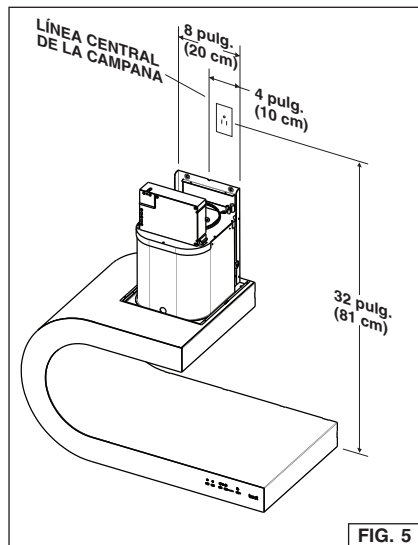

FIG. 5
2. Instale una caja estándar de tomacorriente de pared de 2 x 4 pulg. (5 x 10 cm) y un receptáculo de 3 hojas de 125 V y 15 A con conexión a tierra. Fig. 5.